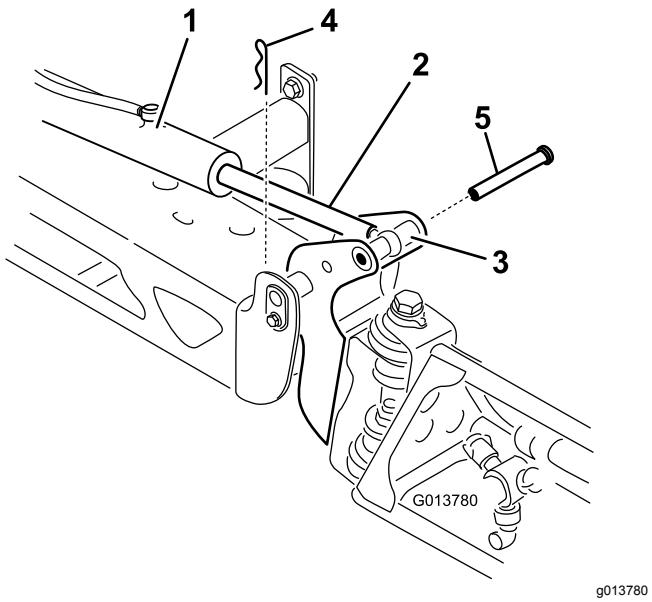

Figure 105
2. Retirez la goupille fendue de l'axe de pivotement (Figure 105).
3. Élevez la rampe et retirez l'axe (Figure 105), puis abaissez lentement la rampe au sol.
9. Tout en maintenant la rampe, insérez l'axe dans le pivot de rampe et la tige de vérin (Figure 105).